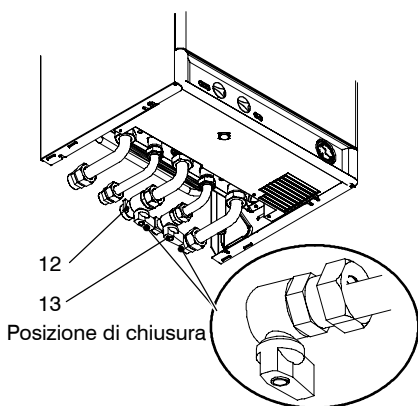

fig. 6.2
- 3 Richiudere il rubinetto gas 12 in fig. 6.2